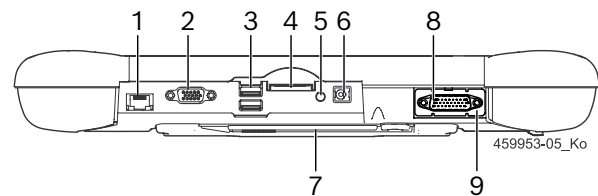

Abb. 2: KTS 350 Schnittstellenansicht
1. OBD-Anschlussleitung an KTS 350 (Abb. 2, Pos. 8) und am Fahrzeug an der Diagnosebuchse einstecken.